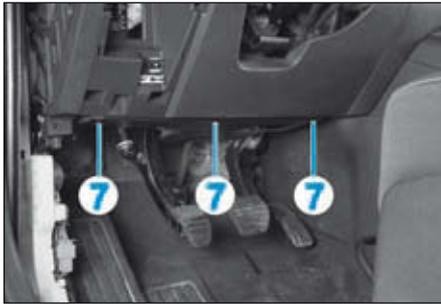

FIG.9
- les agrafes de garniture inférieure (7) (Fig.9),